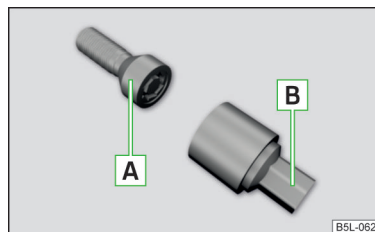

Abb. 159
Die Anti-Diebstahl-Radschrauben schützen die Räder vor einem Diebstahl. Diese können nur mithilfe des Adapters **B** » Abb. 159 gelöst bzw. festgezogen werden.
- › Den Adapter **B** » Abb. 159 mit der verzahnten Seite bis zum Anschlag in die innere Verzahnung im Kopf der Anti-Diebstahl-Radschraube **A** stecken.